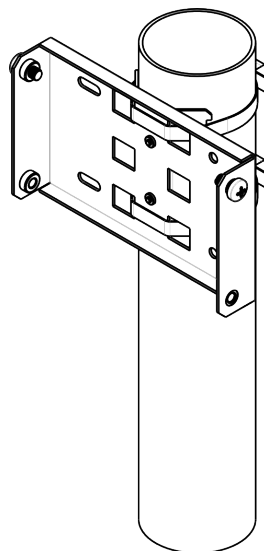

Рисунок 9 – Крепление кронштейна на трубостойку
- a) При помощи хомутов закрепите кронштейн на трубостойку, рисунок 9.
- b) В верхние отверстия установите винты DIN7985 M6. Винты не нужно закручивать до конца, оставьте зазор минимум 3 мм, рисунок 9.